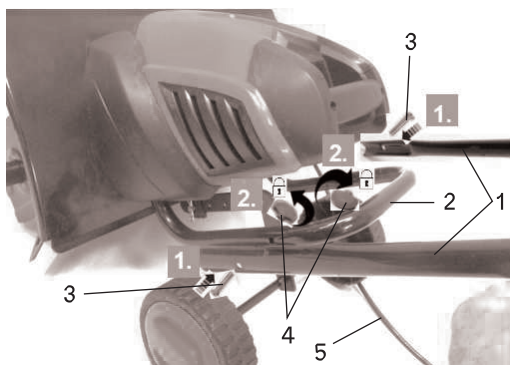

Fig. 4
1. Aligner les deux barres de la poignée inférieure (1) avec la barre de support de la poignée (2) (Fig. 4).
2. Faire passer les boulons (3) par les trous de fixation (Fig. 4, étape 1).
3. Fixer les barres de la poignée inférieure (1) en tournant le bouton (4) dans le sens horaire pour les serrer (Fig. 4, étape 2).
4. S'assurer que le cordon de contrôle (5) est aligné sur le côté supérieur de la poignée inférieure (1) (Fig. 4).